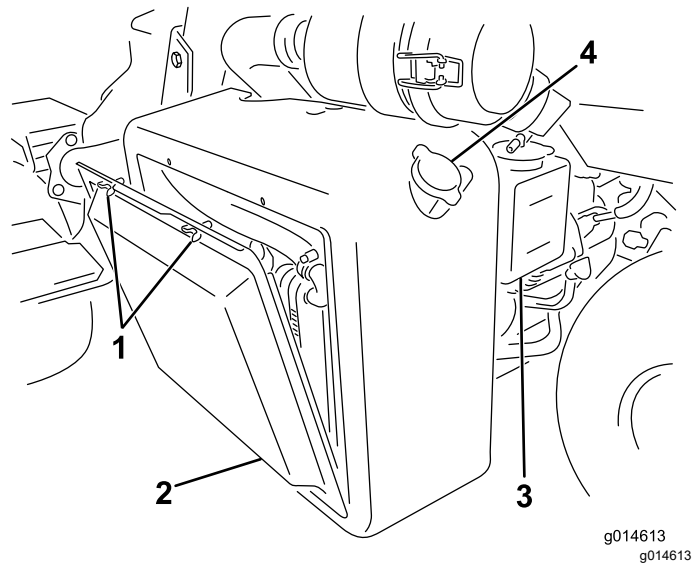
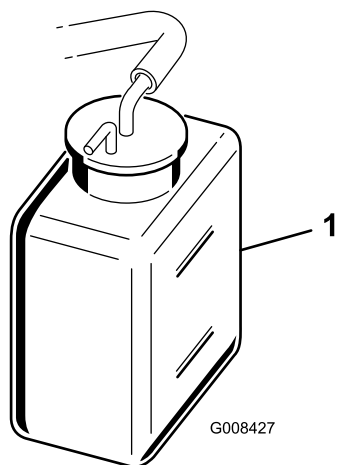

Figura 49
Figura 50
1. Rimuovete la griglia del radiatore (Figura 49).
2. Controllate il livello del refrigerante (Figura 49 e Figura 50).